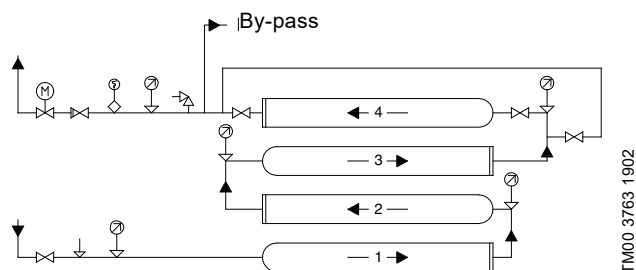

Fig. 9 Groupe de surpression avec quatre modules connectés en série avec by-pass, montés les uns au-dessus des autres
- Pour les modules connectés en série et équipés d'un by-pass, montés les uns au-dessus des autres, il est recommandé de raccorder la tuyauterie comme indiqué à la fig. 9.